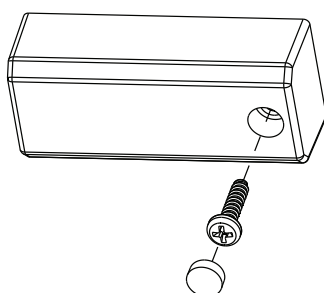

FIGURE 3
- 3.) Mettre le chemin lumineux encastré dans la barre en T. S'assurer que le chemin lumineux encastré est attaché au plafond. (Fig. 3)
3. Fixer le noeud c-Max™ sur place en serrant la vis M3 à tête ronde fournie avec une clé hexagonale (Allen) (non fournie). Une fois la vis fixée, la couvrir avec le bouchon en silicone. (voir **Fig. 3** - dessin à titre d'exemple uniquement. La vis réelle sera différente).